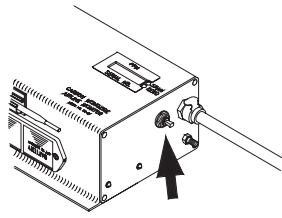

Figura 1
1. Coloque el interruptor “on/off/test” (encendido/apagado/prueba) en la posición de encendido (“ON”) (figura 1).